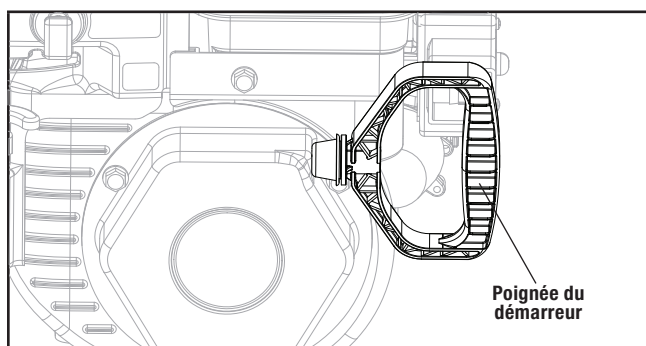

Figure 11C
6. Tenez-vous à l'arrière de la machine, du côté droit, et tirez légèrement sur la poignée du démarreur jusqu'à ce que vous sentiez une légère résistance, puis donnez un coup sec. Retournez doucement la poignée du démarreur (figure 11C).